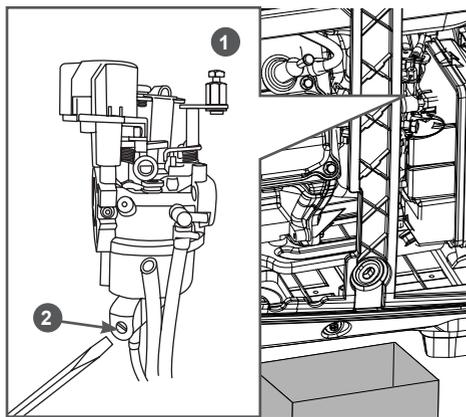

Рис. 21. Слив топлива из карбюратора
4. Поместите ёмкость под дренажные трубки карбюратора, выходящие под корпус генератора (Рис. 21).
5. Отвёрткой с плоским наконечником на 2-3 оборота открутите на карбюраторе винт 1 и слейте топливо из поплавковой камеры в подготовленную для этого емкость (Рис. 21).
1. Слейте топливо из топливного бака и карбюратора (Рис. 21).